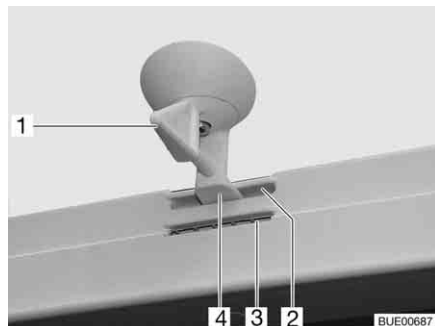
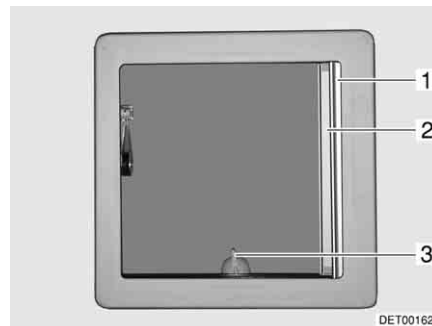

Fig. 42 Oblò inclinabile, bloccaggio
Fig. 43 Oblò inclinabile
- Ruotare la leva (Fig. 42,1 o Fig. 43,3) di un quarto di giro.
- Girare la leva di un quarto di giro. Il bloccaggio (Fig. 42,4) deve entrare nella feritoia inferiore (Fig. 42,3).
- Girare la leva di un quarto di giro. Il bloccaggio (Fig. 42,4) deve entrare nella feritoia superiore (Fig. 42,2).
- Tirare la tendina oscurante pieghevole (Fig. 43,1) fino alla posizione desiderata e rilasciare. La tendina oscurante pieghevole rimane in questa posizione.
- Estrarre la zanzariera a rullo (Fig. 43,2) fino a quando non scatta il bloccaggio dalla parte opposta.